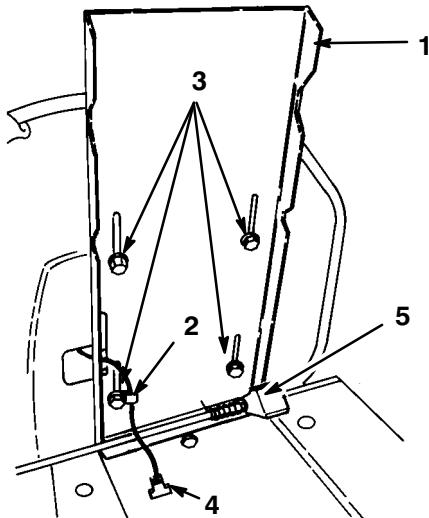

Figure 2
- Placez le siège sur le socle, en prenant soin d'insérer le câble du commutateur du siège dans la fente et d'aligner les trous de montage (Fig. 2).
- Enfilez le collier sur le fil du commutateur du siège (Fig. 2).
- En vous servant de la fente de montage avant gauche, fixez, sans serrer, le collier et le siège au socle à l'aide d'une vis (5/16 x 3/4 pouce) et une rondelle (5/16 pouce) (Fig. 2).